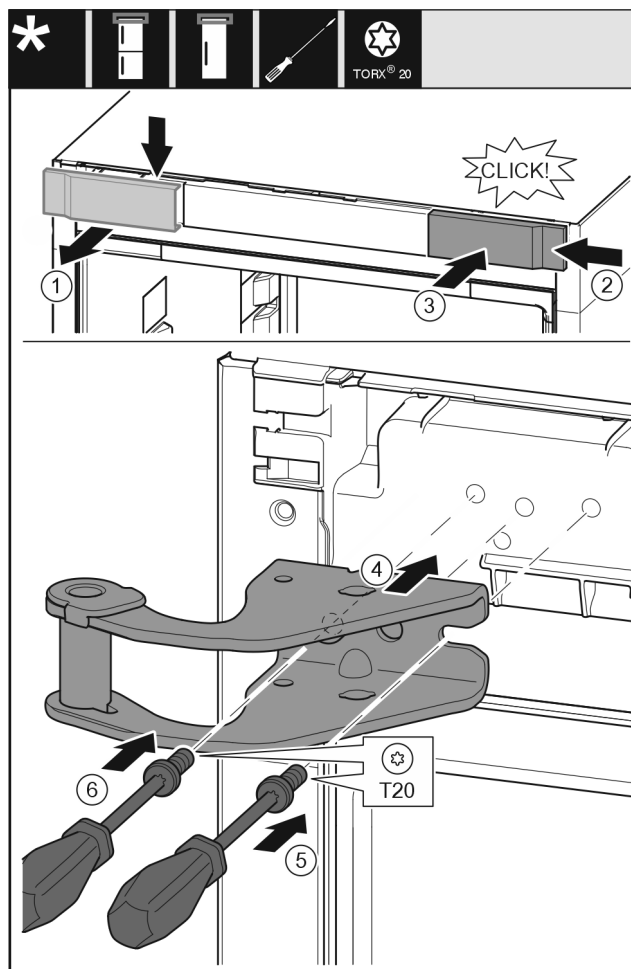

Fig. 12
- Retirer le cache du haut vers l'avant. Fig. 12 (1)
- Accrocher le cache tourné de 180° de l'autre côté à droite. Fig. 12 (2)
- Encliqueter le cache. Fig. 12 (3)
- Mettre en place le support de palier supérieur. Fig. 12 (4)
- Mettre en place la vis avec un tournevis T20 et la serrer. Fig. 12 (5)
- Mettre en place la vis avec un tournevis T20 et la serrer. Fig. 12 (6)